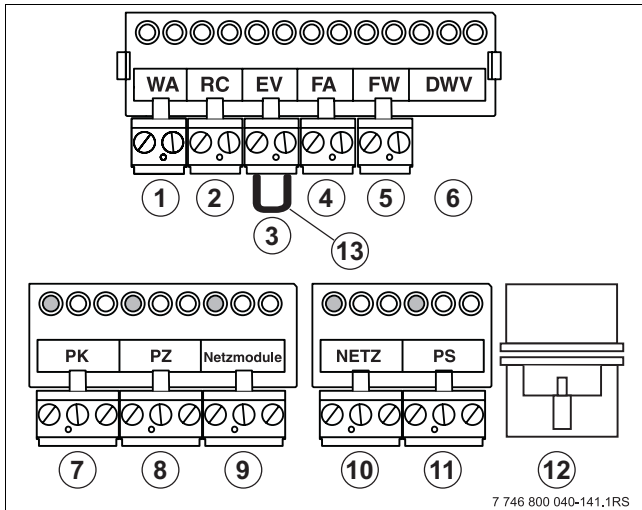
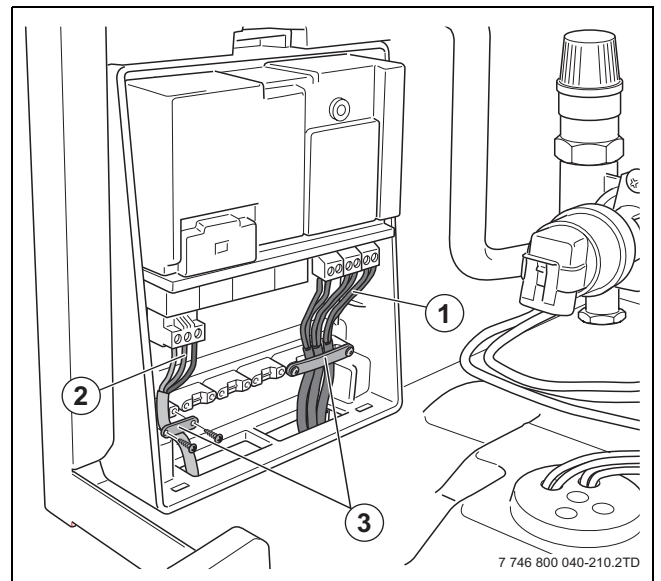

Fig. 29 Scatola dei collegamenti e morsetti
Fig. 35 Montare il fermacavo
- Collegare l'unità di servizio ambiente RC20 RF, RC25, RC35 al morsetto arancione RC (→ fig. 29, [2]). A tal fine, utilizzare un cavo bipolare con sezione da 0,4 a 0,75 mm².
- Collegare gli apparecchi di regolazione al morsetto arancione RC (→ fig. 29, [2]). A tal fine, utilizzare un cavo bipolare con sezione da 0,4 a 0,75 mm².
- ▶ Collegare il cavo di rete libero 230 VAC al modulo funzione (→ fig. 29, [9] e fig. 35, [3]). Qualora si utilizzino più moduli funzione, l'alimentazione 230 VAC del secondo modulo può essere derivata dal primo modulo. Utilizzare a tale scopo il cavo fornito in dotazione al modulo funzionale.
► Fissare il cavo tramite fermacavi (→ fig. 35, [1]).
- Collegare la sonda di temperatura esterna al morsetto blu FA (→ fig. 29, [4]). Per fare ciò, utilizzare un cavo bipolare con sezione da 0,4 a 0,75 mm².